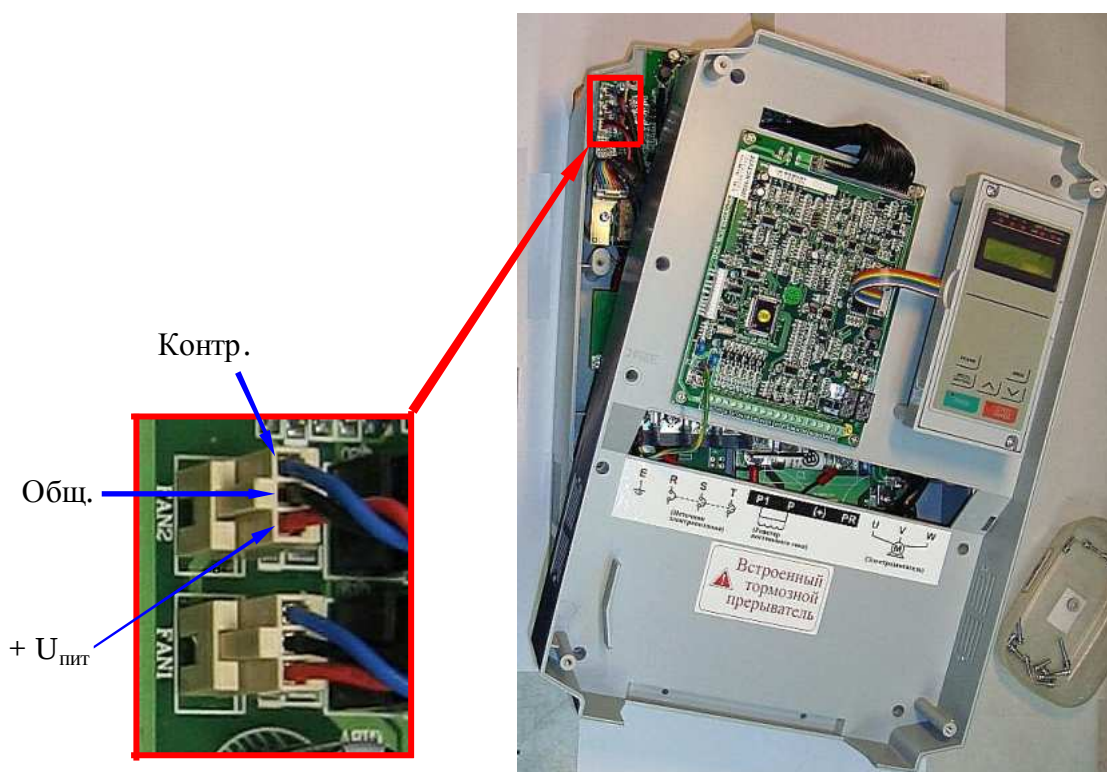

Рис. 4.22. Диагностика вентиляторов.
4.9.1. Соединить плату драйверов с платой ЦП при помощи жгута платы ЦП (п. 19 в табл. 4.1), как показано на рис.4.22.
4.10.3. Отсоединить разъем вентилятора от платы драйверов и проверить его вращение, подав напряжение ≈ 24 В от источника питания (п.3.4.3) между контактами +U_{пит} и Общ (рис.4.22). При отсутствии вращения – вентилятор заменить (п. 5.3).
- 4.10.5. В случае появления сообщения об ошибке «ОН2» поочередно измерить напряжение на разъемах FAN 1 и FAN 2 между выводами Общ. и Контр. (см. рис. 4.22). У исправного вентилятора напряжение при работе должно составлять менее 1 В. Если напряжение составляет 13...18 В - вентилятор неисправен, он подлежит замене (п. 5.3).